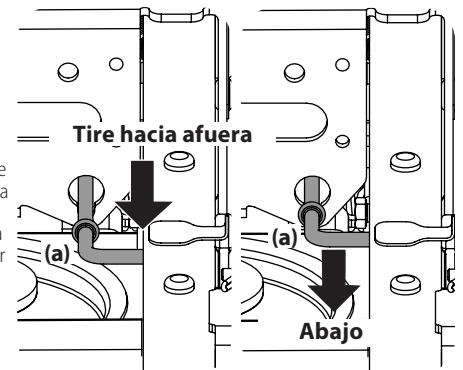

Figura 12
1. Enganche la derivación de la transmisión tirando de la varilla de derivación hacia afuera (a) y, luego, colocándola en la ranura antes de liberarla. Consulte la Figura 12.